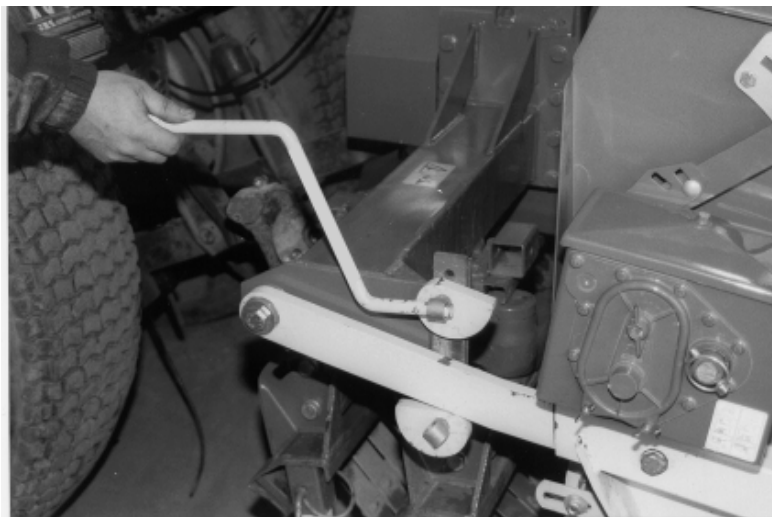

fig. 21
- Løsne låseskruene på eksenterskivene ved hjelp av sveiven (fig. 21).